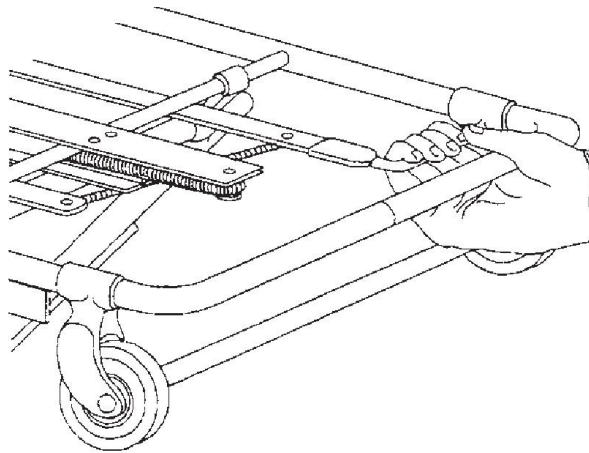

Figura 10: Maniglia lato testa di comando gambe anteriori.
2. OPERATORE 2: posizionarsi all’estremità lato testa della barella. In questo modo si avrà il controllo della maniglia di comando delle gambe anteriori (*figura 10*).